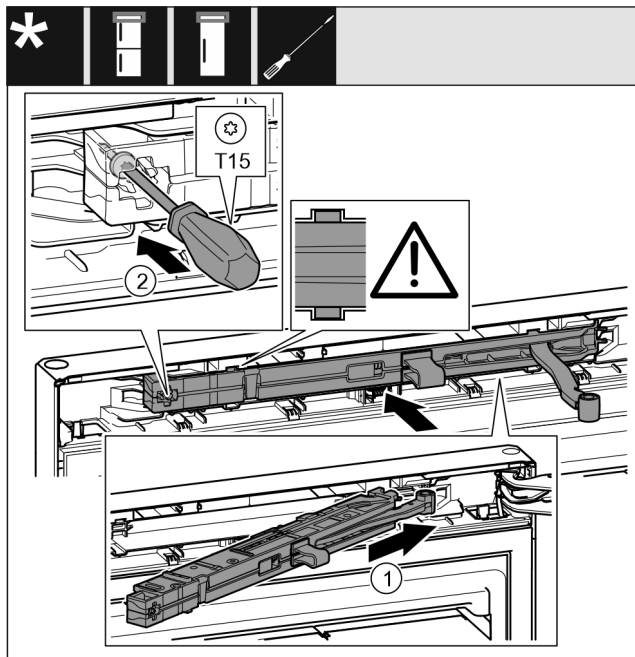

Fig. 42
- ▶ Iebīdīet slīpi durvju amortizatora mezglu *Fig. 42 (1)* gultņa balsta pusē līdz galam padziļinājumā.
- ▶ Pieskrūvējiet skrūvi *Fig. 42 (2)* ar skrūvgriezi.